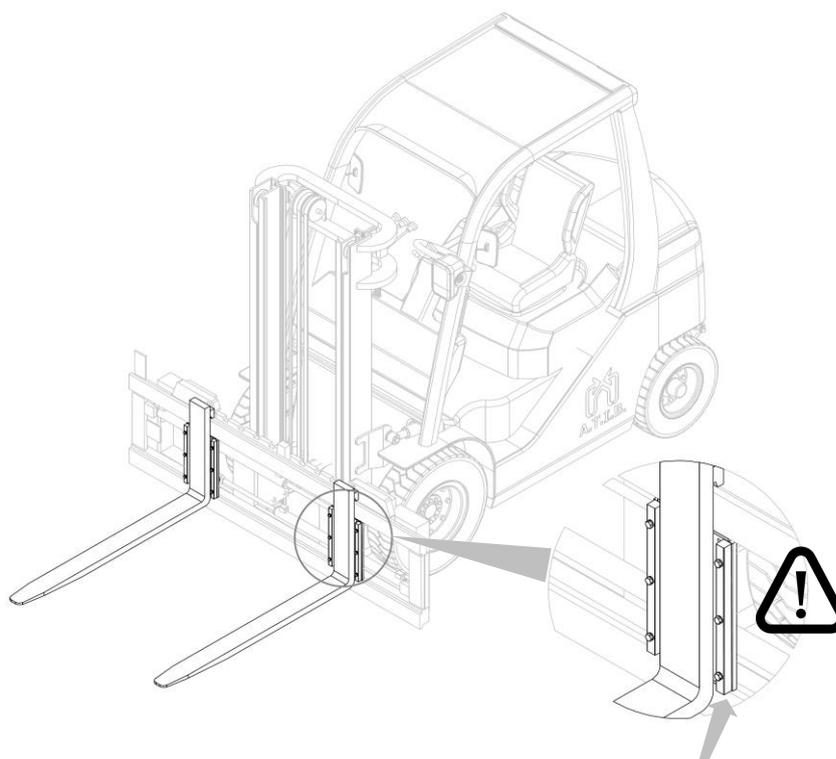

Abbildung 11
2. Nach der Montage, schrauben Sie die Gabelarretierungen wieder an (siehe *Abbildung 11*).